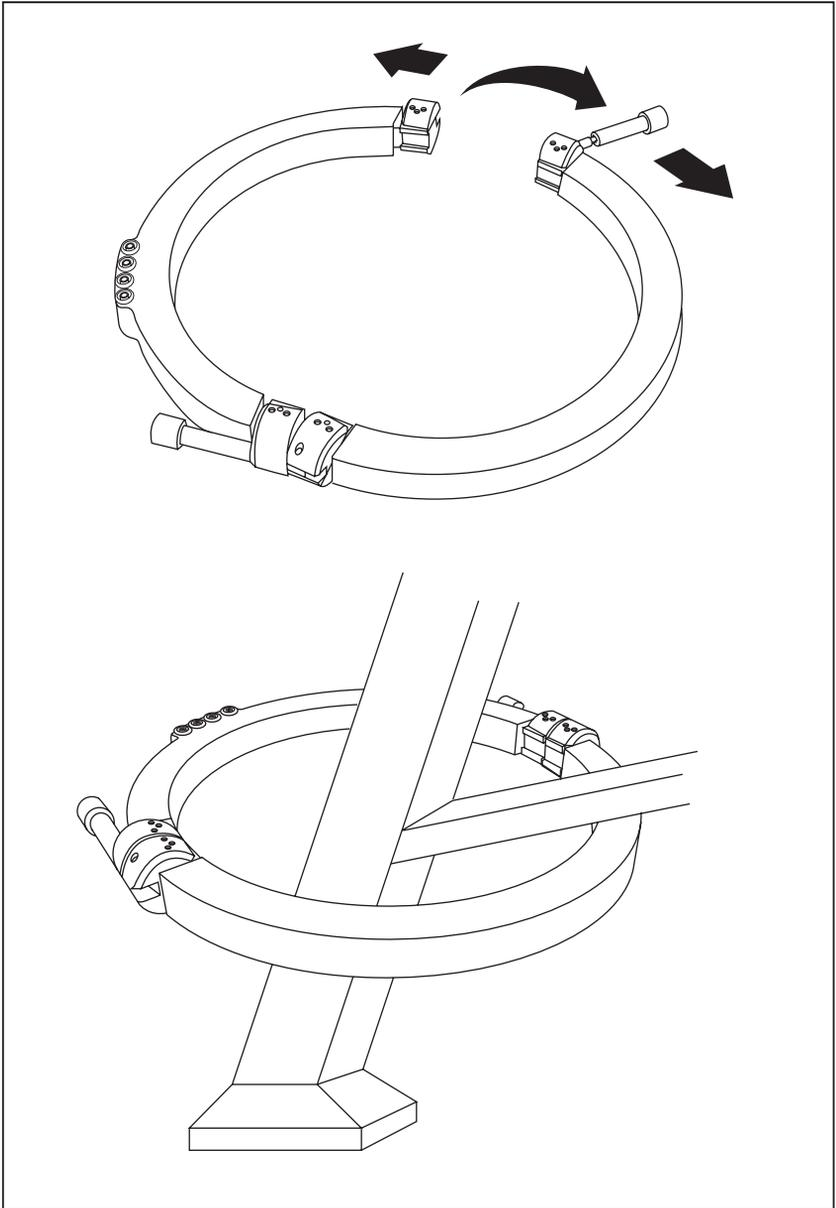

Figura 2. Installazione del trasformatore attorno al traliccio
1. Allentare (o rimuovere, se necessario) i fissaggi. Fare riferimento alla Figura 2.
2. Fare girare il fissaggio sull'estremità con il foro scanalato per allontanarlo dal trasformatore e quindi separare le due metà. Vedere la Figura 2.
3. Installare il trasformatore attorno ai piedi del traliccio. Vedere la Figura 2.
4. Unire le due metà del trasformatore facendo combaciare le estremità. Fare girare il fissaggio/bullone sull'estremità con il foro scanalato in modo da fissarlo in sede. Se i fissaggi erano stati rimossi, reinstallarli. Serrarli bene. Fare riferimento alla Figura 2.